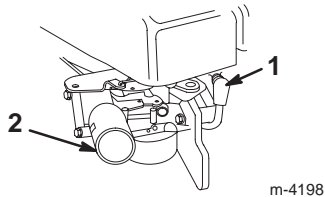

Figure 9
1. Branchez la bougie (Fig. 9).
2. Appuyez sur l'amorceur à trois reprises, en marquant une pause d'une seconde chaque fois (Fig. 9).